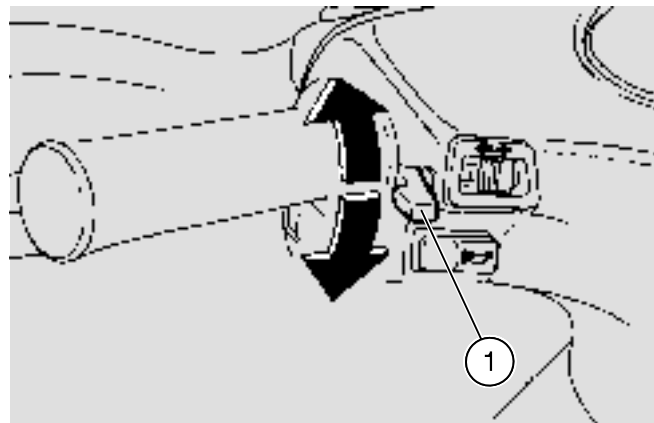

Fig. 22
- ◆ Si le démarrage s'effectue avec le moteur froid, tourner vers le bas le levier pour le démarrage à froid "⊗" (1-Fig. 22).
- ◆ Avec le moteur réchauffé, tourner vers le haut le levier pour le démarrage à froid "↖" (1-Fig. 22).
- ◆ Tourner vers le bas le levier pour le démarrage à froid "↖" (1-Fig. 22).